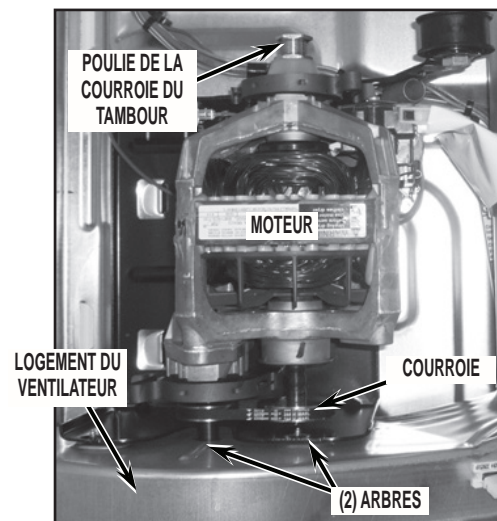

FIGURE 27
**IMPORTANT :** La décharge des sécheuses comportant un long conduit d'évacuation NE peut s'effectuer par le côté gauche au moyen de cet ensemble. La configuration illustrée à la *Figure 27* permet d'identifier les sécheuses dont la décharge ne peut s'effectuer par le côté gauche. Noter les (2) arbres du moteur et la courroie utilisée entre les arbres.